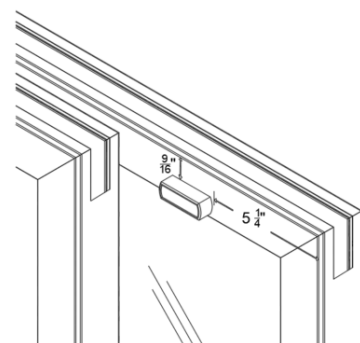

Figura 27
1. Los **bloques de arrastre** se colocan en el interior de cada panel operable. A 5-1/4" del lado derecho del panel y a 9/16" hacia abajo desde la parte superior del panel hasta los bordes de la base del bloque de arrastre (figura 27). Determine la ubicación de los orificios guía antes de perforar (pieza 26). Desde la parte superior del panel, el centro del orificio está a 15/16". Fije el bloque de arrastre utilizando dos tornillos (pieza 45). Encaje a presión la cubierta del bloque de arrastre del panel sobre la base.
ADVERTENCIA: No instale los bloques de arrastre de los paneles en ninguna otra área que no sea la que se muestra en la figura 27; hacerlo podría causar daños al marco o al vidrio. El uso de tornillos de más de 0.75" puede causar interferencias o problemas de funcionamiento.